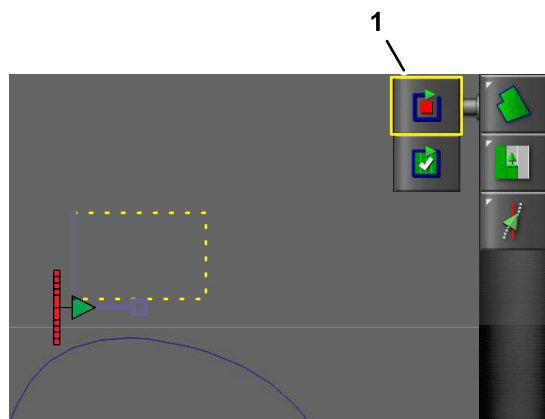

Figura 48
3. Mueva la máquina y sitúe la parte exterior central del neumático delantero izquierdo en el siguiente punto del perímetro de lados rectos, y pare la máquina (Figura 48).
4. Pulse el icono REGISTRAR PERÍMETRO DE PARCELA y pulse el icono PAUSAR REGISTRO DEL PERÍMETRO DE PARCELA (Figura 48).